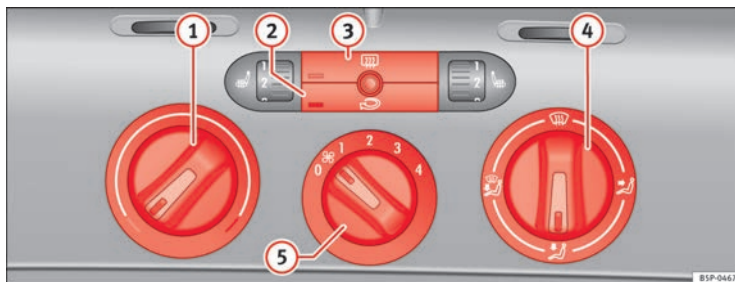

Abb. 125 In der Instrumententafel: Bedienelemente der Heizung
- Mit den Reglern ⇒ Abb. 125 ① und ④ und mit dem Schalter ⑤ stellen Sie die Temperatur, die Luftverteilung und die Gebläsestufe ein.
- Drücken Sie die jeweilige Taste ② bzw. ③, um eine Funktion ein- oder auszuschalten. Bei einer eingeschalteten Funktion leuchtet die Kontrollleuchte unten links an der Taste auf.